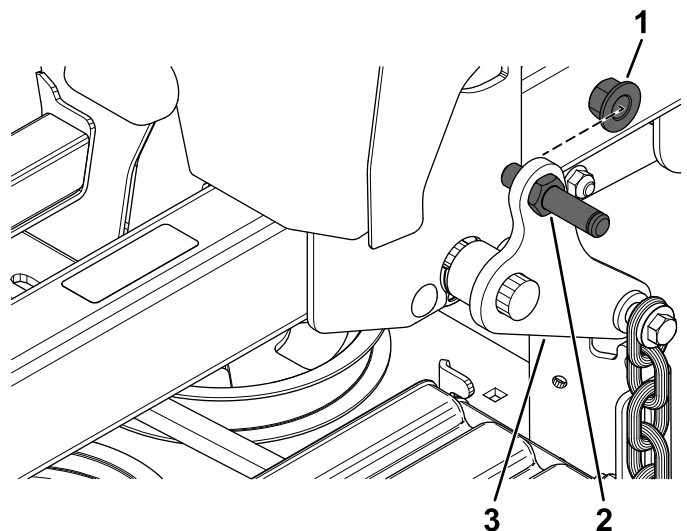

Figura 9
1. Fissate il perno girevole sul braccio di sollevamento posteriore del piatto con 1 dado di bloccaggio (1/2") come illustrato nella Figura 9.